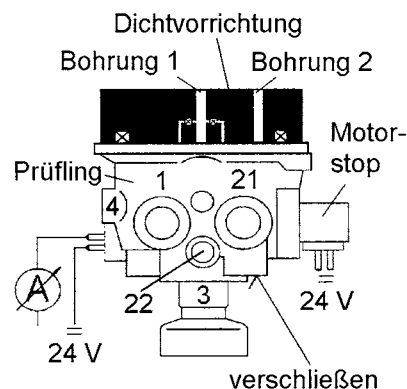

Abb. 2
3.1.1 Den Trockenmittelbehälter vom Lufttrocknergehäuse abschrauben, durch die Dichtvorrichtung 899 709 113 2 ersetzen und mit einem Drehmoment von $M = 15 + 2 \text{ Nm}$ anziehen. Die Bohrung 2 an der Dichtvorrichtung verschließen (siehe Abb. 2).